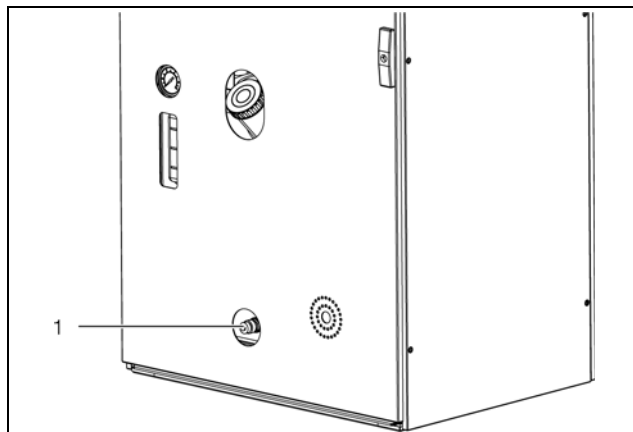

Рис. 48: Опорожнение бака
- Слив охлаждающей жидкости из бака осуществляется через штуцер для опорожнения (рис. 48, поз. 1) или с использованием шланга и емкости.